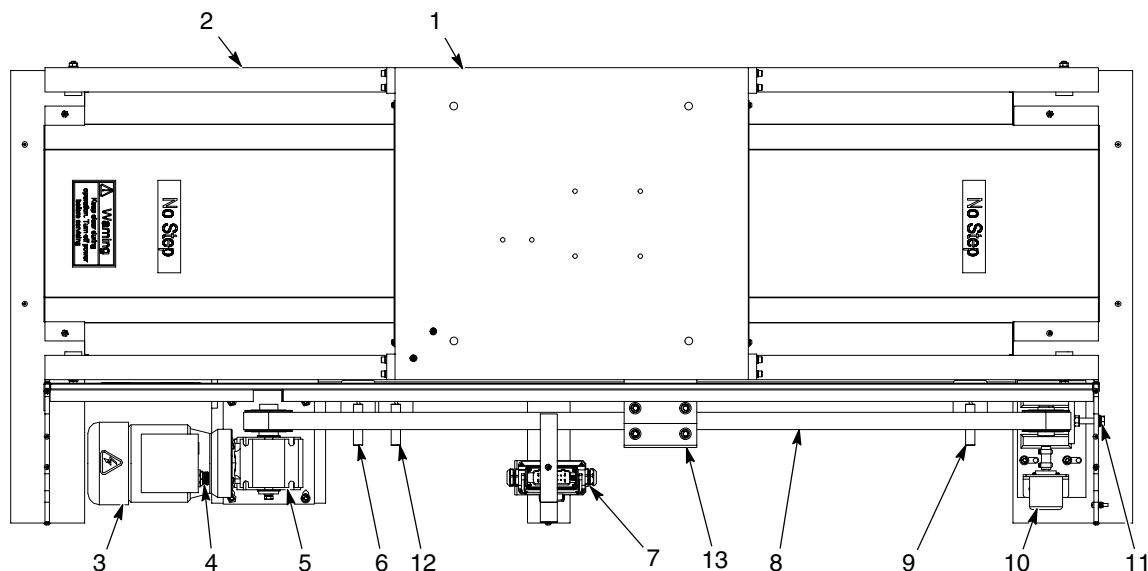

Figura 2 Componentes do posicionador
Consulte a figura 2. Um oscilador vertical, reciprocador, ou suporte fixo de pistola é aparafusado directamente ao carro (1). O carro está preso à correia (8). O motor (3) e o redutor (5) accionam a correia, o que desloca as pistolas de pintura para dentro ou para fora da cabina. A correia rodeia as polias em cada extremidade do posicionador.